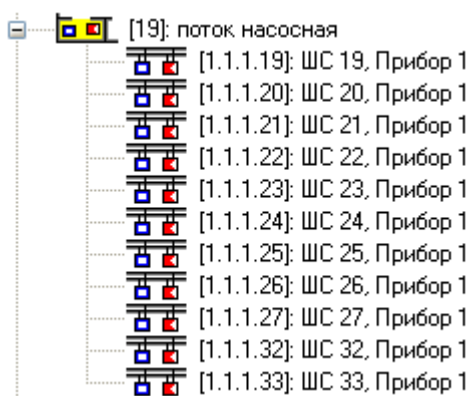

Рисунок 28
1. Создайте раздел в соответствии с Руководством по эксплуатации АРМ «Орион Про». В раздел включите следующие зоны прибора «Поток-3Н»: №19 - №27, №32, №33 (см. Рисунок 28). Типы зон выставлять не нужно – они задаются автоматически самим АРМ «Орион Про».